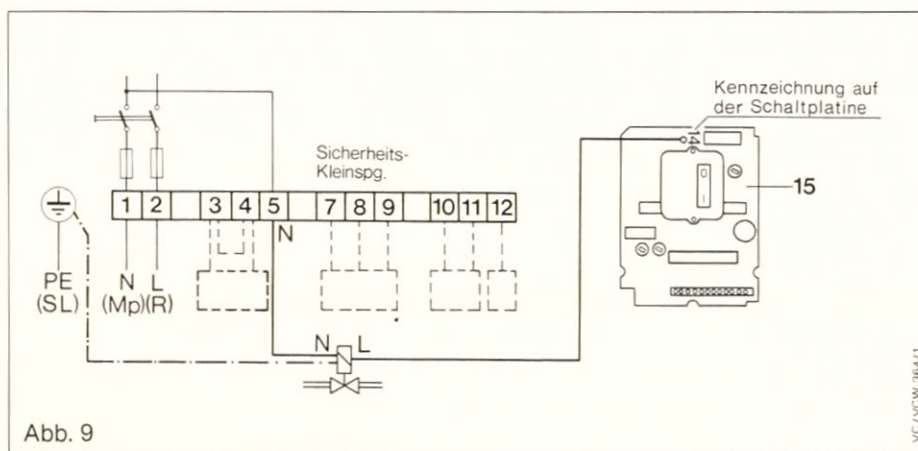

Abb. 9
- a) Schrauben (8) am Schaltkasten-deckel lösen.
- b) Überwurfmutter des Entstörknopfes (10) abschrauben.
- c) Schrauben (9) an der Schalterblende lösen.
- e) Schaltkastendeckel (7) vorsichtig nach vorn herausziehen und hochklappen.
- f) 2 Schrauben (16) auf der Rückseite der Schaltplatine (15) lösen und Schaltplatine vom Schaltkasten-deckel abnehmen.
- g) Steckstift — Kennzeichnung 14 — auf der Vorderseite der Schaltplatine (15) ist jetzt zum Anschluß zugänglich. Lage des Steckstiftes auf der Schaltplatine siehe auch Abb. 9.